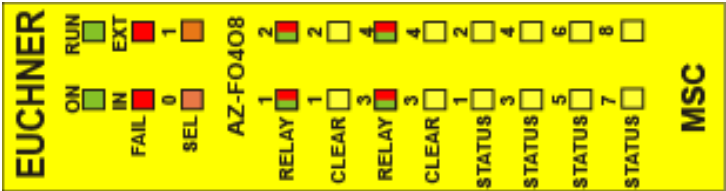

Bild 26:
8.3.11. Modul AZ-F04F08 (Bild 26)